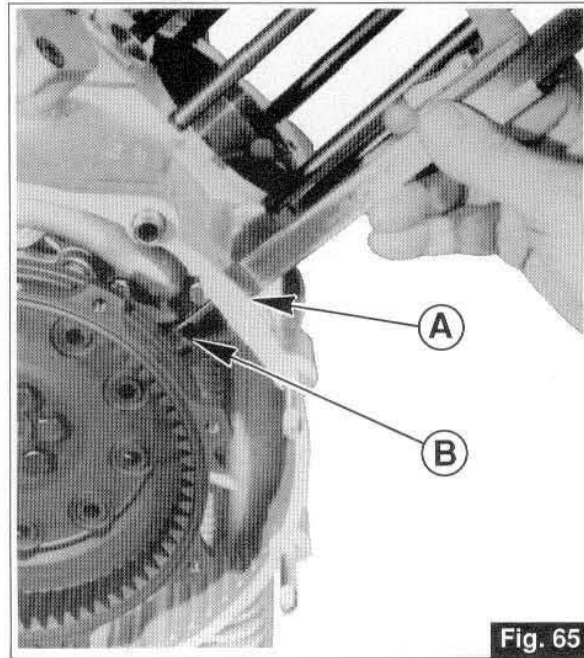

Fig. 65
- 1) à l'aide d'une jauge mesurez l'écartement entre la butée sur le carter «A» et la surface de la dent sur le volant «B» (Fig. 65).
- 1) Mit Hilfe einer Messuhr den Abstand zwischen dem Anschlag am Motorgehäuse «A» und die Zahnoberfläche am Schwungrad «B» (Abb. 65) abnehmen.